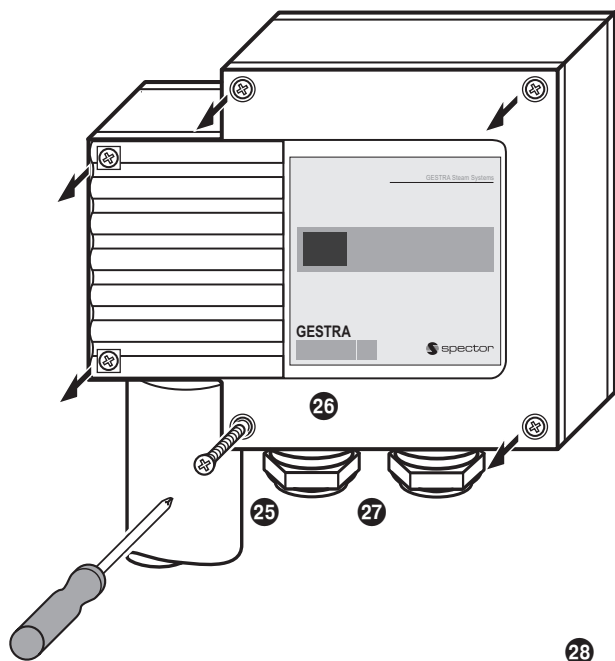

Fig. 10
1. Sacar los tornillos de la tapa 25, desmontar la tapa del cuerpo 26. **Fig. 10**